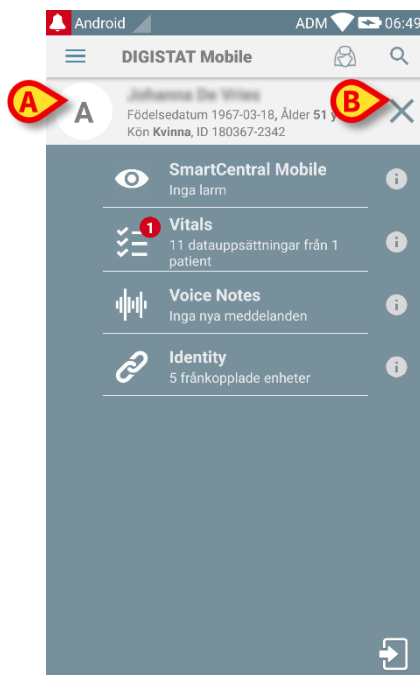

Fig. 42
Patientdata finns uppe på sidan (Fig. 42 **A**). Alla data i alla DIGISTAT® Mobile-modulerna filtreras nu av patienten (dvs. alla och endast de valda patientlarmen / meddelandena visas).
- Tryck på korset som anges i Fig. 42 **B** för att avmarkera patienten.